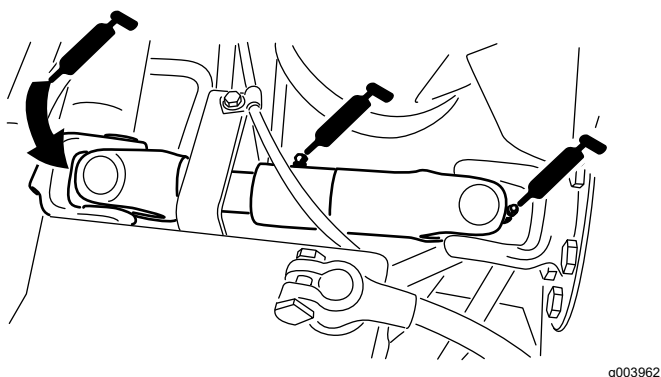

Рисунок 41
- Крестовина карданного вала насоса (3 шт.)—Рисунок 41